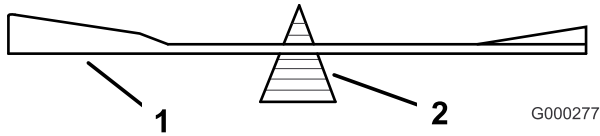

Bild 58
2. Überprüfen Sie die Auswuchtung des Schnittmessers auf einer Ausgleichmaschine (Bild 58). Wenn das Schnittmesser in seiner horizontalen Position bleibt, ist es ausgewuchtet und kann wieder verwendet werden. Feilen Sie, wenn das Schnittmesser nicht ausgewuchtet ist, vom Flügelbereich des Messers etwas Metall ab (Bild 58). Wiederholen Sie diesen Vorgang, bis das Messer ausgewuchtet ist.